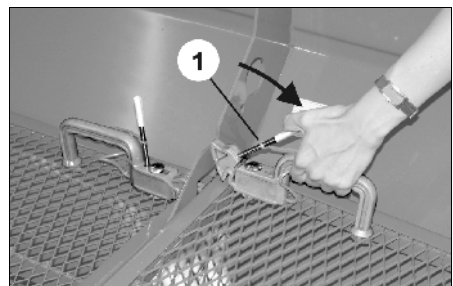

Fig. 17
- (Fig. 17/1) Entriegel-Position zum Hochschwenken des Schutzgitters
2. An Handgriff anfassen und Entriegelungs-Werkzeug zum Handgriff drehen (Fig. 17).